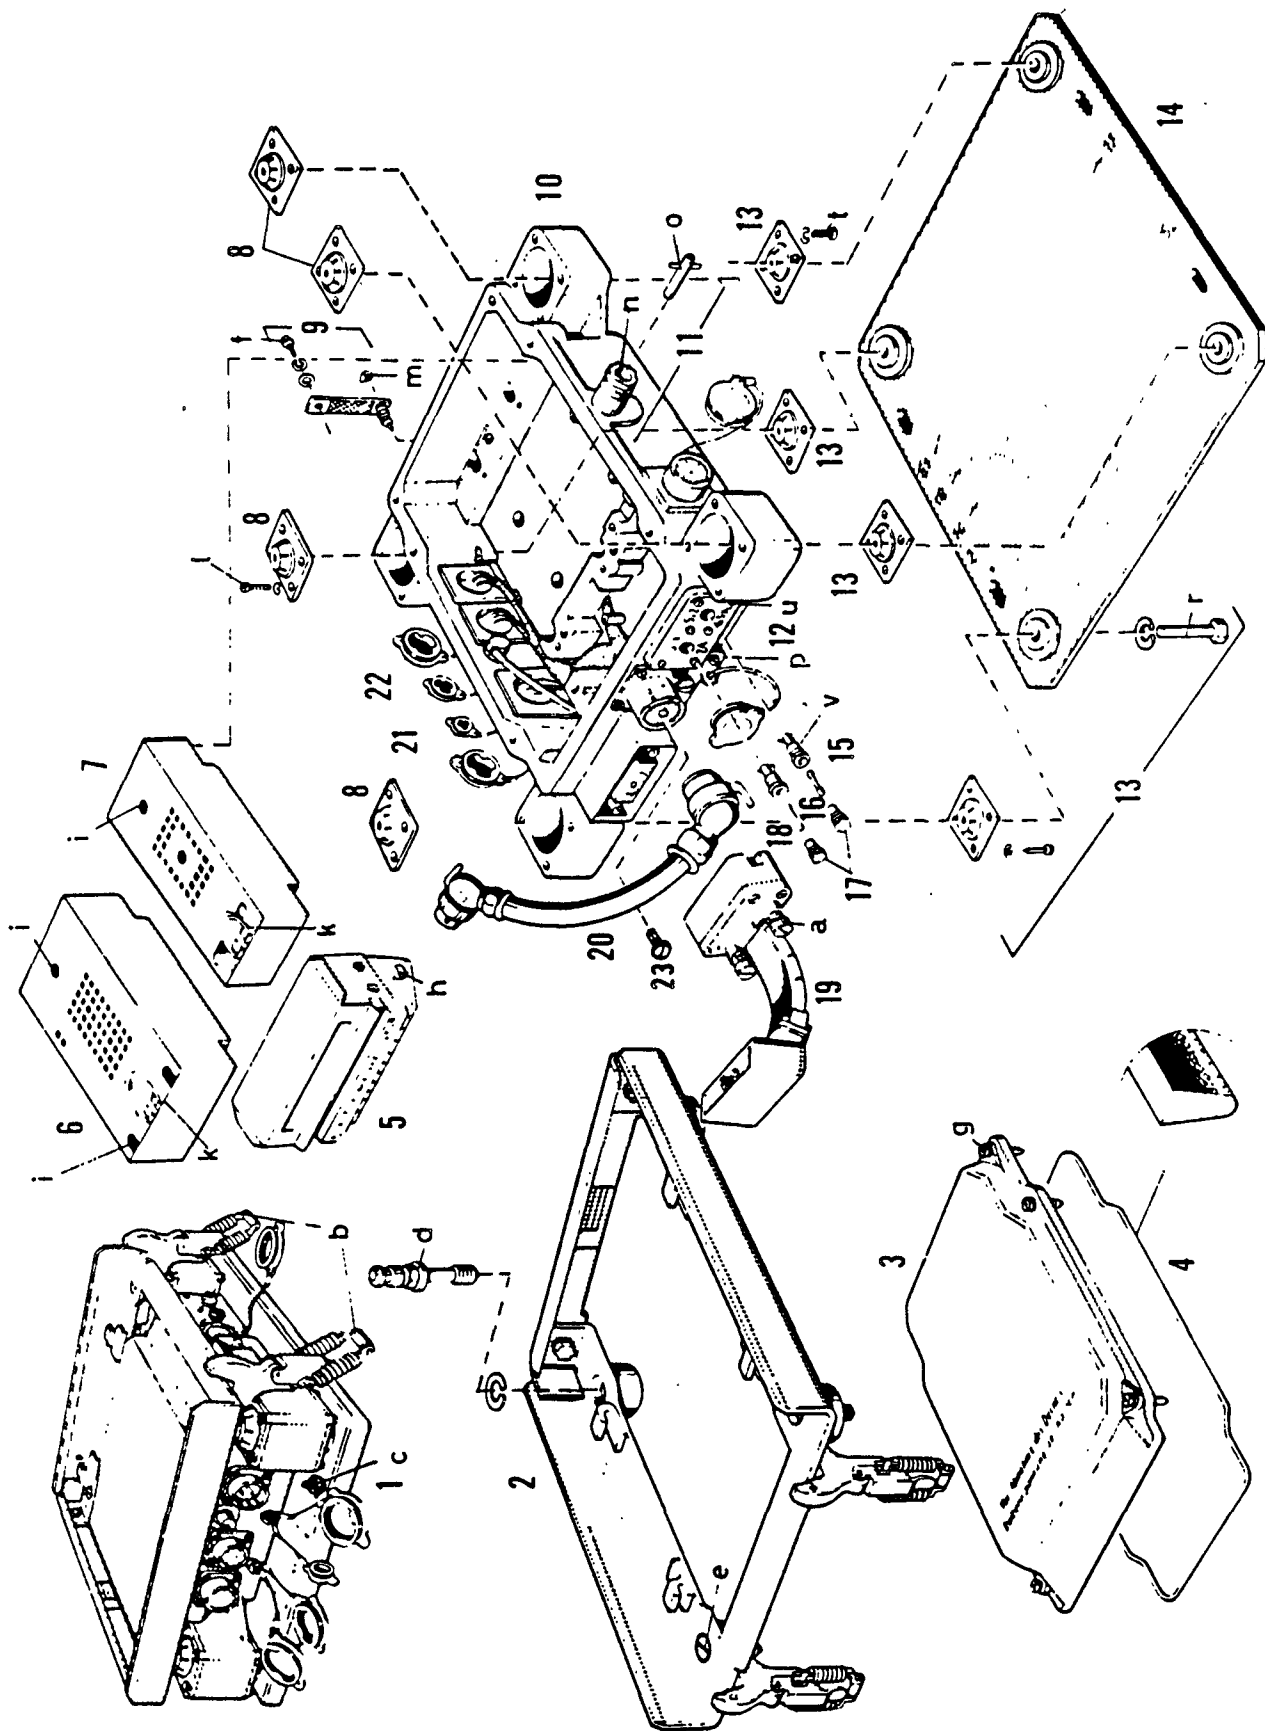

Bild 28. Sender - Empfänger - Grundplatte SEM 25
4.4.3.7. Antrieb-Stromversorgung (Stromversorgungsmodul) Bild 28/7)
4.4.3.8. Satz Dämpfungslagerung (Bild 28/8)
4.4.3.9. Elektrische Leitung (Bild 28/9)
4.4.3.10. Blindstopfen (Bild 28/11)
4.4.3.11. Schutzdeckel (Bild 28/12)
4.4.3.12. Halteplatte (Bild 28/14)
4.4.3.13. Satz Dämpfungslagerung (Bild 28/13)
4.4.3.14. Gerätgehäuse (Bild 28/10)
4.4.3.15. Sicherungshalter (Bild 28/15)
4.4.3.16. Sicherungshalter-Kappe (Bild 28/17)
4.4.3.17. Sicherung (Bild 28/16 u. 18)
4.4.3.18. Verbindungskabel (Bild 28/19)
4.4.3.19. Verlängerungskabel (Bild 28/20)
4.4.3.20. Schutzdeckelgruppe (Bild 28/21)
4.4.3.21. Schutzdeckelgruppe (Bild 28/22)
4.4.3.22. Lüftungsschraube (Bild 28/p)